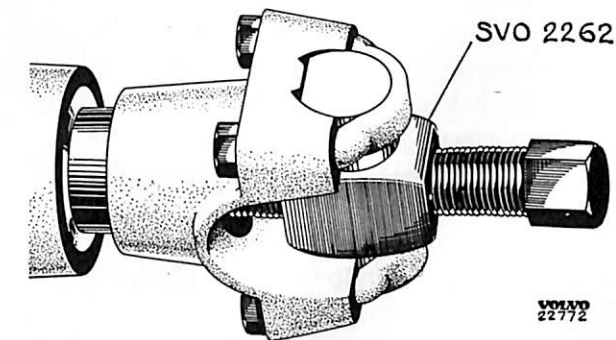
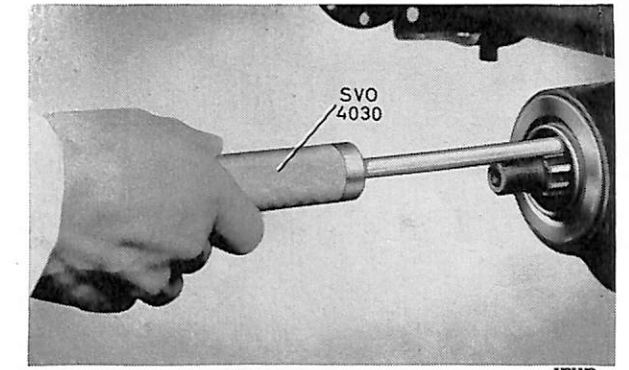

Bild 5. Demont. av medbringare.
Bild 6. Demont. av tätningssring.
2. Tag bort muttern för medbringaren. Använd därvid nyckel SVO 2409 som mothåll. Drag av medbringaren med SVO 2261 för PV 544 och SVO 2262 för P 1200, se bild 5. Tag bort den gamla tätningssringen med SVO 4030, bild 6.
8. Tag bort muttern för medbringaren (22). Använd därvid nyckel SVO 2409 som motåll. Drag av medbringaren med avdragare SVO 2261 för PV 544 och SVO 2262 för P 1200, se bild 5. Pressa ut pinjongen (28).
9. Tag bort tätningsringen (25) med hjälp av SVO 4030, se bild 6. Därefter borttages brickan (24) och främre pinjonglagret (27).